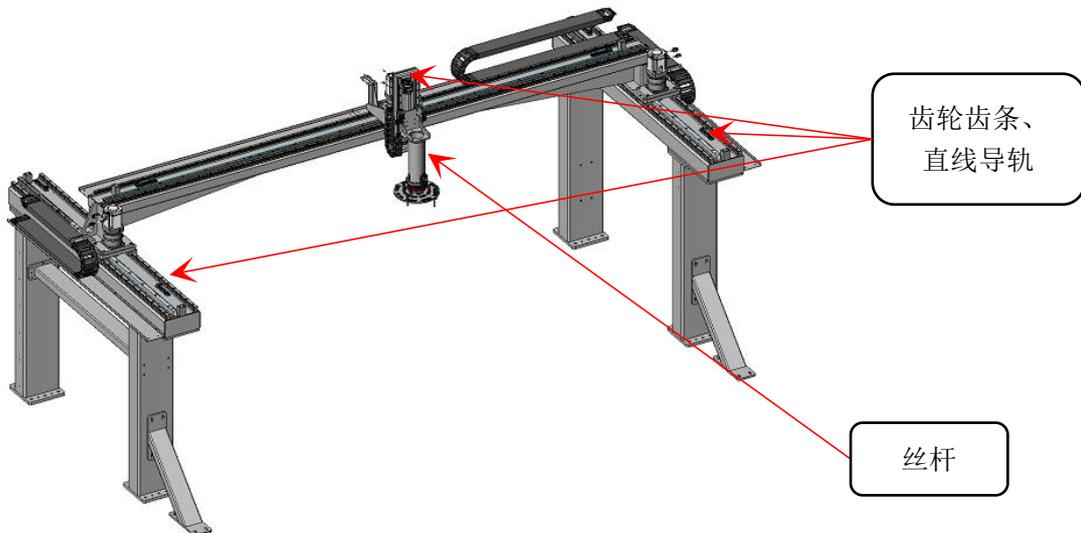

图 6.2.3
b. 对 Load/Unload 龙门 XYZ 的直线导轨和齿轮齿条加注润滑油脂。如图 6.2.3